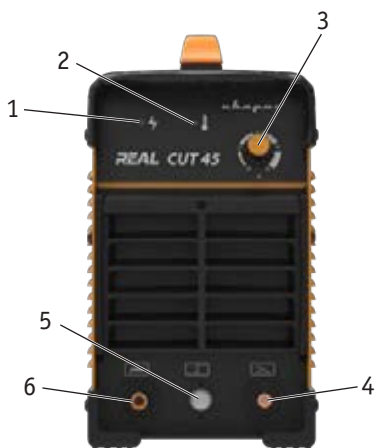

Рис. 6.1. Вид спереди.
3. Подключите силовой вход плазматрона к разъёму аппарата на передней панели (См. рис. 6.1, п. 6.), убедитесь в плотной фиксации соединения.
4. Подключите разъём управления плазматроном к разъёму аппарата на передней панели (См. рис. 6.1, п. 5.)